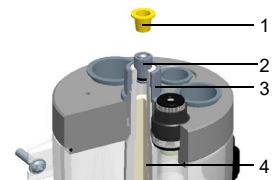

Fig. 4
- 1 Rändelmutter (Fig. 4 - 3) vorsichtig abschrauben.
- 2 Gelben Transportstopfen (Fig. 4 - 1) an der 3-Elektrodenmesszelle (Fig. 4 - 4) herausnehmen.
- 3 Transportstopfen durch den beigelegten Betriebsstopfen (Fig. 4 - 2) ersetzen.
- 4 Rändelmutter (Fig. 4 - 3) handfest wieder aufschrauben.
- 1 Carefully unscrew the knurled nut (Fig. 4 - 3).
- 2 Remove the yellow transport plug (Fig. 4 - 1) from the 3-electrode measuring cell (Fig. 4 - 4).
- 3 Replace the transport plug with the enclosed operating plug (Fig. 4 - 2).
- 4 Screw the knurled nut (Fig. 4 - 3) back on hand-tight.
- 1 Dévisser avec précaution l'écrou moleté (Fig. 4 - 3).
- 2 Retirer le bouchon de transport jaune (Fig. 4 - 1) sur la cellule de mesure à 3 électrodes (Fig. 4 - 4).
- 3 Remplacer le bouchon de transport par le bouchon de service (Fig. 4 - 2) joint.
- 4 Revisser l'écrou moleté (Fig. 4 - 3) en le serrant à la main.